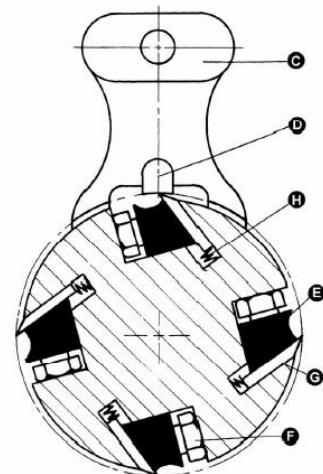

Рис. 19
3. Для контроля и регулировки ножей следует воспользоваться прилагаемым калибром для ножей (*Рис. 19 и 20*), проверять необходимо все четыре ножа. Ножи должны едва касаться низа центрального выступа (*Рис. 19, D*) калибра ножей.
4. При необходимости в регулировке одного или нескольких ножей слегка ослабить прижимную планку ножей (*Рис. 19, E*), вворачивая в планку шесть фиксирующих винтов (*Рис. 19, F*). Достаточно ввернуть винты для снятия усилия в режущей головке без нарушения настройки ножей. Выполнить это для всех остальных четырех ножей одновременно.
5. Поместив калибр над ножом (*Рис. 19, G*), продолжать ослаблять фиксирующие винты (*Рис. 19, F*) до тех пор, пока пружины (*Рис. 19, H*) не начнут поднимать нож.
После соприкосновения ножа с центральным выступом (*Рис. 19, D*) калибра поджать
6. прижимную планку, слегка выворачивая шесть фиксирующих винтов (*Рис. 19, F*) к пазу.
8. После регулировки всех четырех ножей с поджатыми винтами, вывернуть и затянуть шесть фиксирующих винтов (*Рис. 19, F* и *20*) к пазу, начиная с концевых винтов, затем центральными, до полного закрепления ножа в режущем валу. Тем же способом затянуть остальные три ножа.
3. Для снятия ножа ослабить прижимную планку (*Рис. 19, E*) (вворачивая шесть фиксирующих винтов (*Рис. 19, F*) в прижимную планку). Снять прижимную планку (*Рис. 19, E*), нож (*Рис. 19, G*) и пружины (*Рис. 19, H*). **ПРИМЕЧАНИЕ:** две внутренние пружины могут выскочить при снятых ноже и прижимной планке.
8. Поставить на нож калибр для ножа (*Рис. 19, С*).
9. Удерживая калибр на ноже, ослабить шесть фиксирующих винтов (F), вворачивая их в прижимную планку (E) до тех пор, пока режущая кромка ножа не коснется выступа (D) калибра. Поджать прижимную планку, слегка выворачивая шесть фиксирующих винтов к пазу.
11. После регулировки всех четырех ножей с поджатыми винтами, вывернуть и затянуть шесть фиксирующих винтов (*Рис. 19, F*) к пазу, начиная с концевых винтов, затем центральными, до полного закрепления ножа в режущем валу. Тем же способом затянуть остальные три ножа.